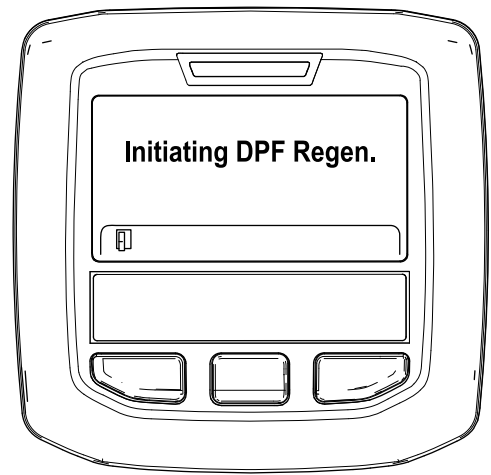

Figura 42
- A. "Initiating DPF Regen." (A iniciar Regen. DPF) é apresentada (Figura 42).